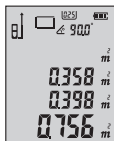

图3
3. 短按 **CH UNIT** 键，得到两次面积求和的结果，结果如图3所示。